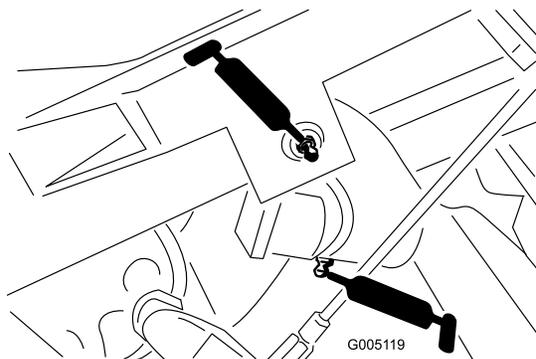

Figura 31
- Pivô do braço de suspensão (3) e dobradiça pivô (3) (Figura 31)